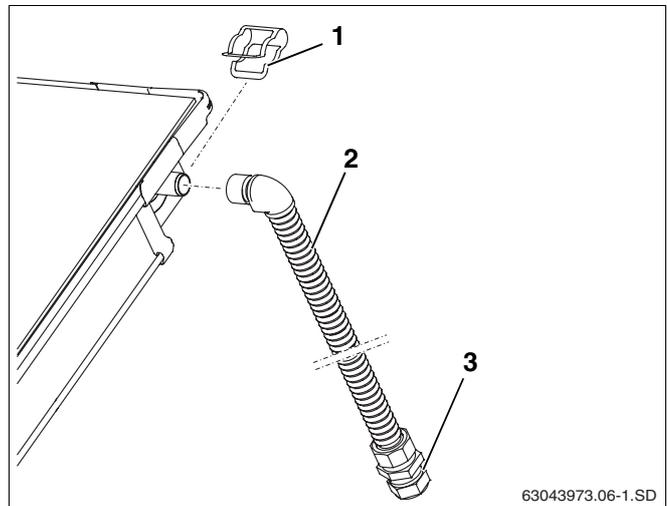

Fig. 34 Montaggio della tubazione di mandata (senza disaeratore sul tetto)
- Spingere il tubo di allacciamento (1000 mm, fig. 34, **pos. 2**) sull'attacco di mandata del campo di collettori e fissare in posizione con la graffa (fig. 34, **pos. 1**).
- Collegare la tubazione di adduzione al giunto a bocchettone con anello di bloccaggio (fig. 34, **pos. 3**).